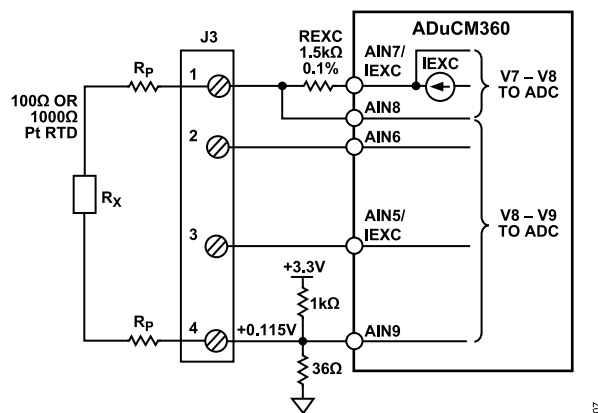

Рисунок 9. Конфигурация для 2-проводного подключения RTD
Рисунок 9 показывает конфигурацию 2-проводного RTD, где нет компенсации сопротивления выводов. Сопротивление RTD для конфигурации 2-проводного можно рассчитать как Уравнение 17:
- в. 2-проводной RTD (см. Рисунок 9): подключите один провод RTD к контакту 1 разъема J3, а другой провод — к контакту 4 разъема J3.